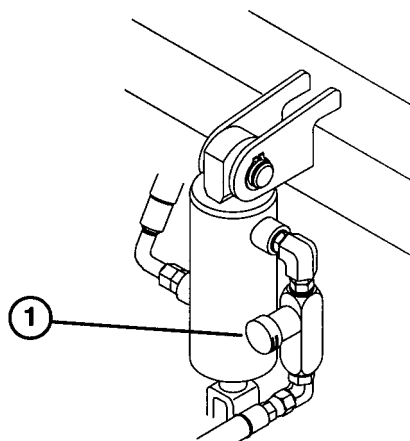

図 43
カッティングユニットの昇降回路にフロー・コントロール・バルブ（図43）がついており、製造時に約3回転の開度に調整されています。使用場所の気温などの条件により調整が必要な場合には以下の手順で行います：
1. 調整バルブは運転席の下にある油圧シリンダに装着されている（図43）。